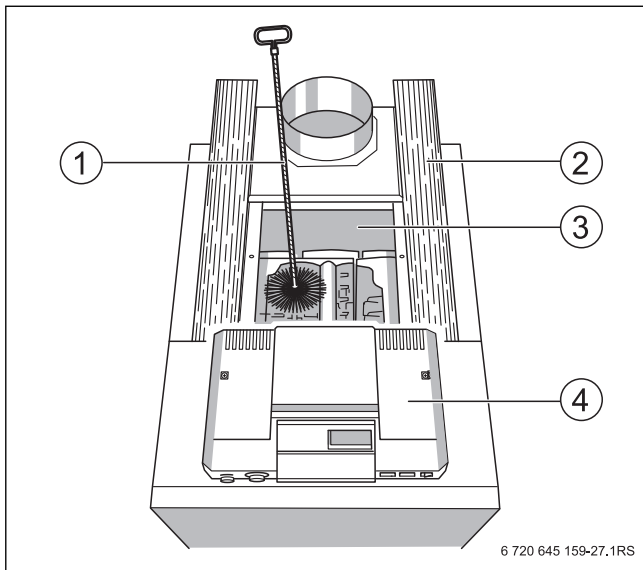

Рис. 45 Чистка газоотводящих каналов
- ▶ Отогните теплоизоляцию в сторону (→ рис. 45 [2], стр. 37).
- ▶ Снимите крышку люка для чистки с коллектора дымовых газов (→ рис. 45 [3], стр. 37).